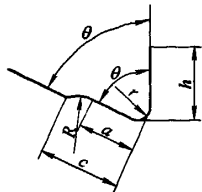

图 6
(6) 如果所加工工件的“槽铣刀”的截形图变为图6所示,这里取 $h = 10\text{mm}$, $\theta = 65^\circ$, $r = 3\text{mm}$, $a = 8\text{mm}$, $c = 12\text{mm}$, $R = 10\text{mm}$,设定所加工刀具(工件)槽型的法向前角为 0° ,工件的直径、长度、螺旋角与上